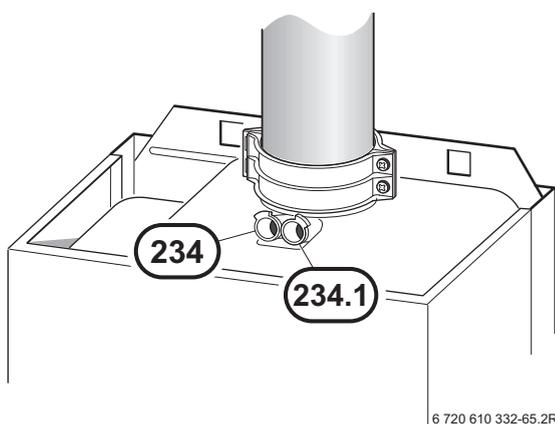

Fig. 75
- ▶ Enlever le bouchon de fermeture du raccord de mesure de l'air de combustion (234.1), (voir figure 75).
- ▶ Retirer le bouchon de fermeture du raccord de mesure des gaz brûlés (234), (voir figure 75).